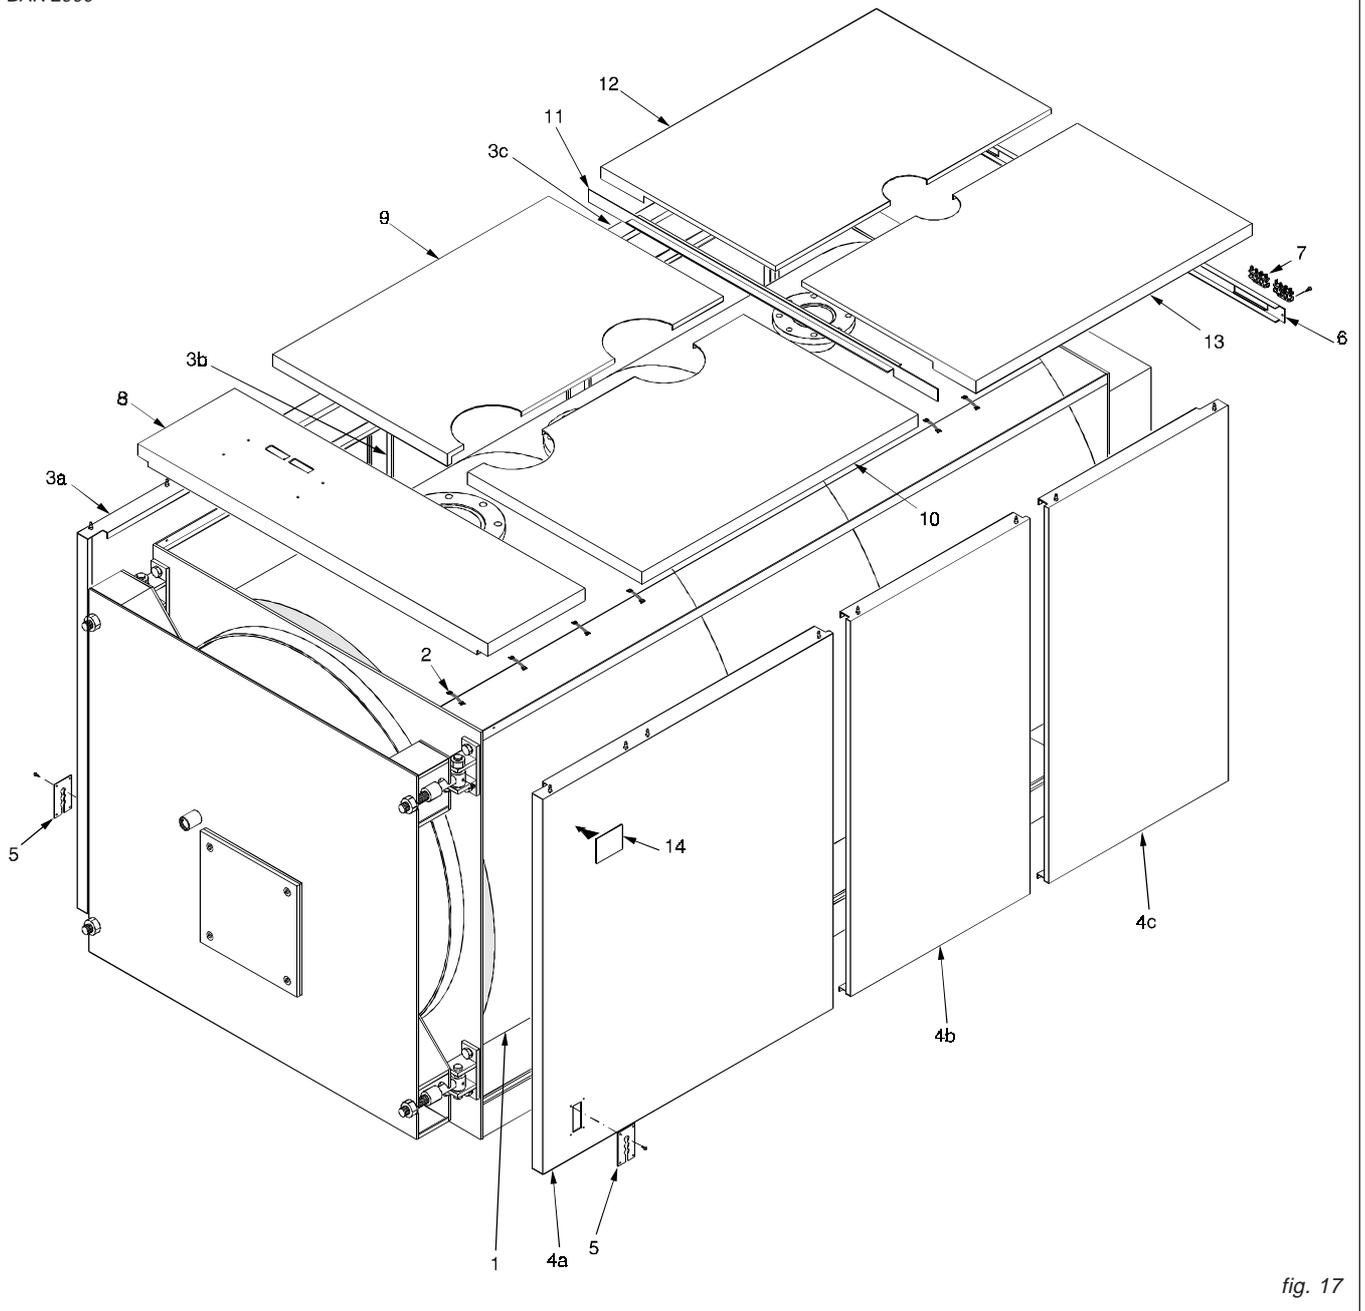

fig. 17
**N.B.** Per il modello **BAR 2900** (rif. fig. 17), il mantello e l'isolamento sono contenuti in 4 imballi marcati:
### Sequenza di montaggio (Rif. fig. 17)